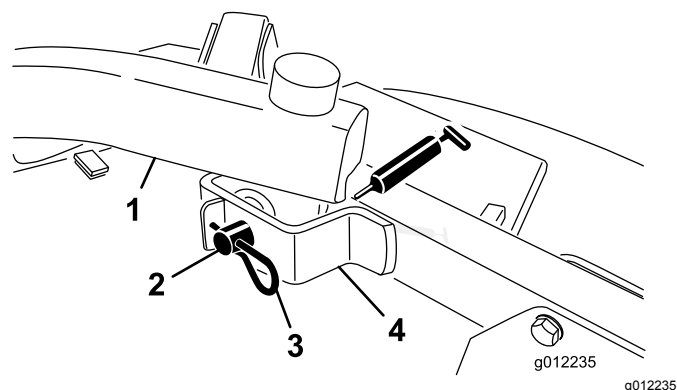

Figure 20
- Pivots de bras de levage avant (Figure 20)